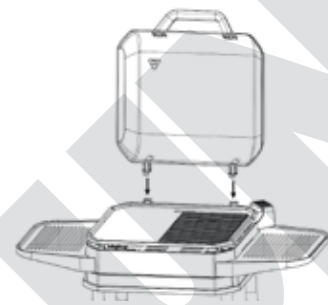

Abb. 11
12. Setzen Sie nun den Wind- und Spritzschutz wie in Abb. 11 gezeigt am Gehäuse ein und führen Sie dabei die Stifte der Scharniere in die Halterungen ein.